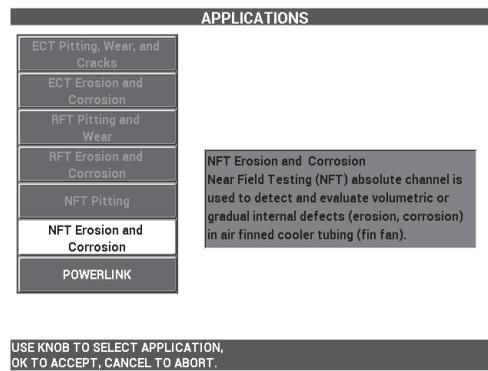

Figura 5-234 Aplicación NFT para erosión y corrosión
2. Seleccione la opción **CONTINUE** (continuar) [pulse la tecla de función A] para abrir el menú de selección de aplicaciones; a continuación, gire la rueda de ajuste para seleccionar la aplicación **NFT Erosion and Corrosion** (NFT para erosión y corrosión). Después, pulse la tecla ✓ para aceptar (vea la Figura 5-234 en la página 318).